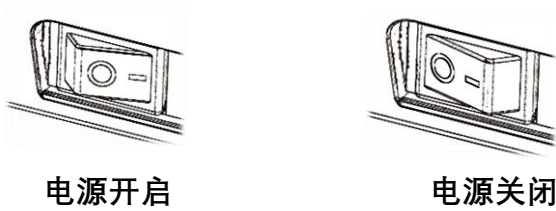

图 2-5
打印机的电源开关可控制打印机的开启和关闭，如图 2-5 所示。
1. 将打印机的电源开关置于关闭（O）位置，见图 2-5。